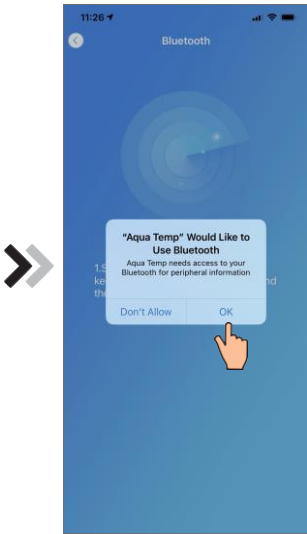

Abb.10 Bluetooth-Berechtigung erlauben
- 4 Klicken Sie auf "OK", um die Bluetooth-Berechtigung zu erlauben (Abb.10);